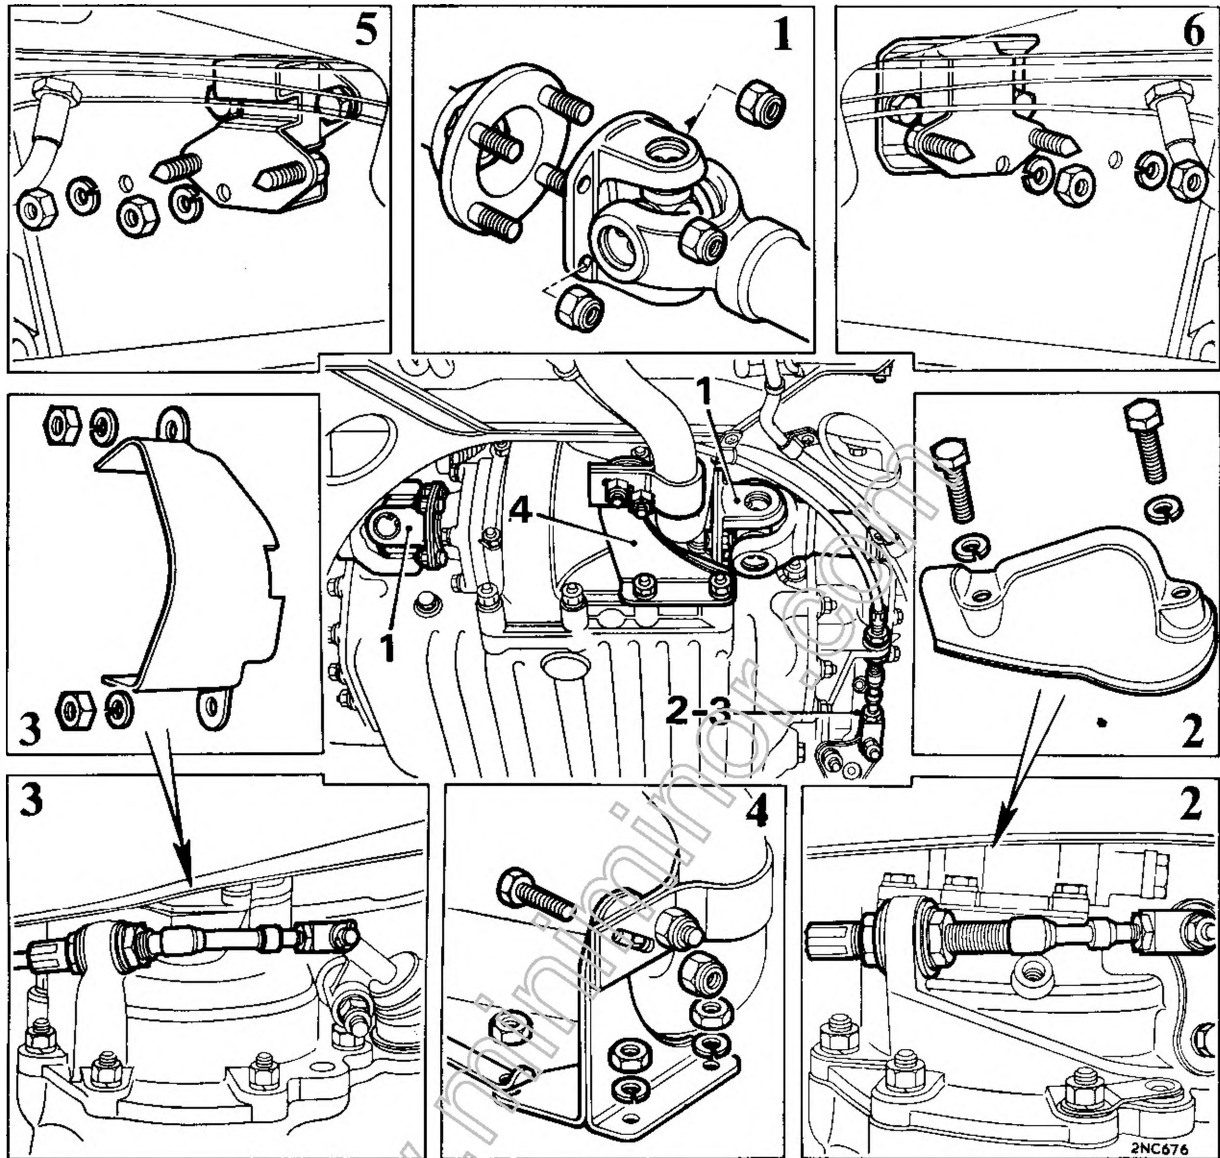

Fig. Aa. 4
5. Staccare la staffa di supporto del tubo di scarico dal coperchio della trasmissione finale. Il dado più grande è tenuto fermo da una rosetta a linguetta (vedi figura Aa. 4).